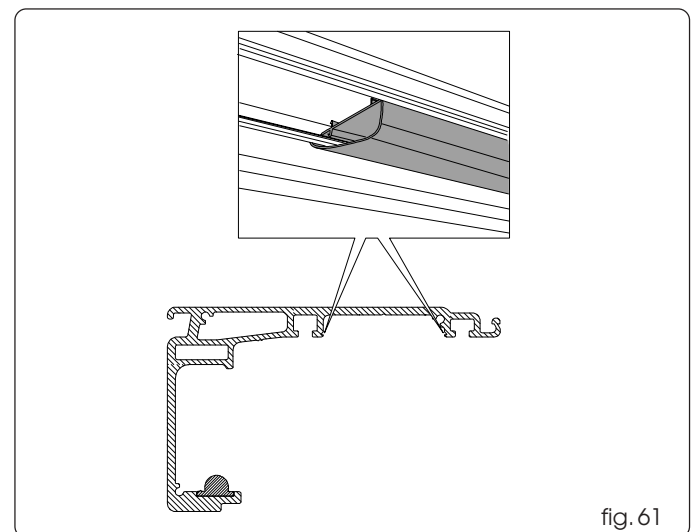

fig. 61
Introduzca a presión los canales pasacables en el alojamiento del perfil de sostén que no está ocupada por el módulo de accionamiento, tal y como se indica en la fig. 61 ref. ①.